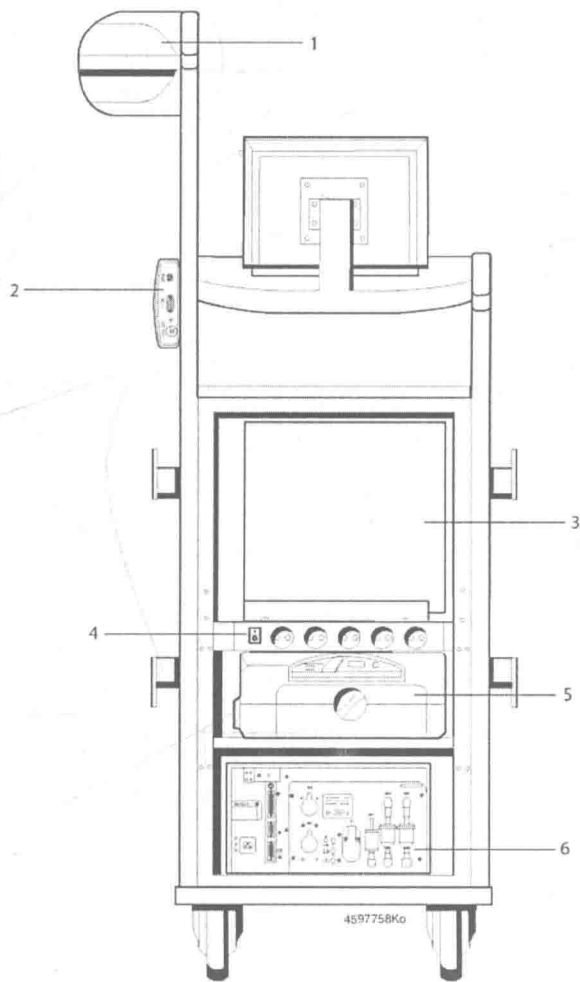
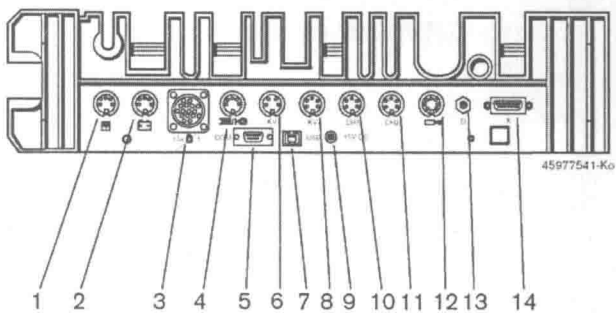

图 3: 除去后挡板的 FSA740 后视图
图 4: FSA740 模块接口 (从底部看)
2. 将传感器连接到检测模块上相对应的专用插座上(见图 4)。只有当连接30A和1000A电流感应钳时，如果需要我们要使用适配线 1 684 465 513。
用 FSA740 后面的开关板的主开关, 来实现设备的打开和关闭(参见图 3 和图 4)。